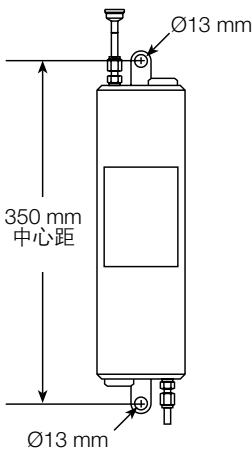

图 2
-采样冷却器应垂直安装。使用顶部和底部的安装支架上的预留孔安装(见图2)。